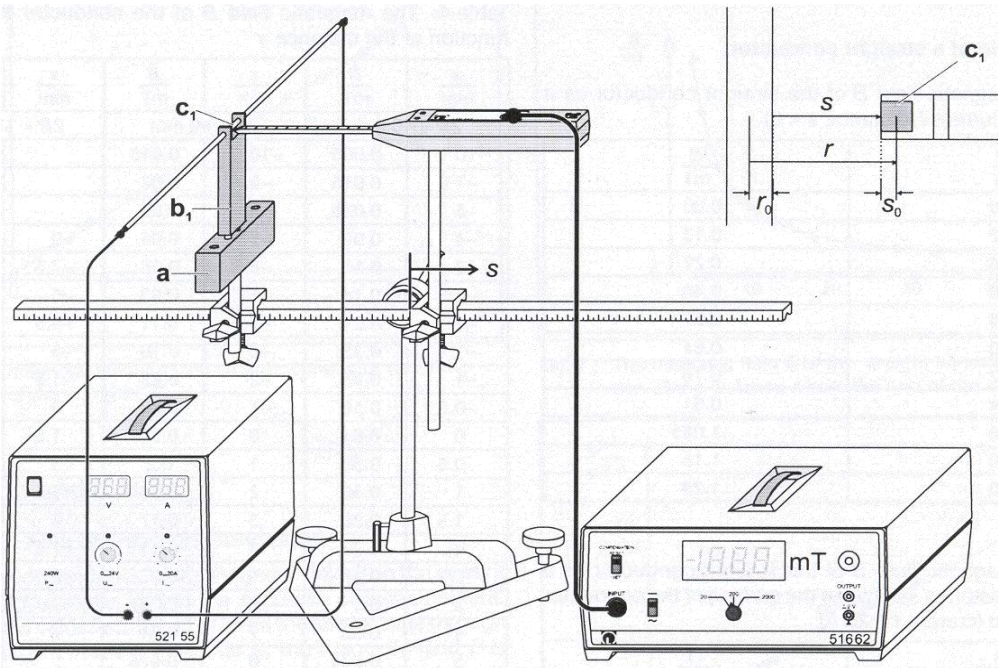
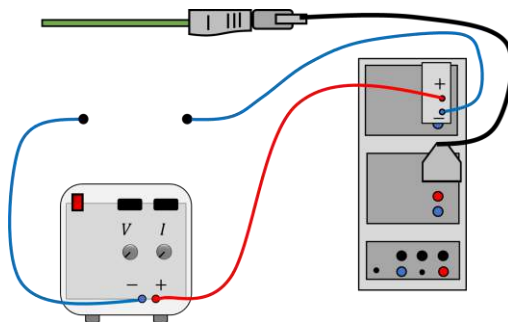

Figura 1a.
Figura 2.
Se realizará el montaje mostrado en la figura 1a.
- Ley de Biot-Savart para conductor recto (Figura 1a).
Figura 1a (Fuente: LD Didactic). El teslámetro mostrado en la figura 1a se reemplaza por el Sensor Cassy con la unidad de 30A. La unidad de 30A se conecta en el input A y la sonda al puerto en el input B, como se muestra en la figura 2.
12. Ubique en el centro del conductor recto la sonda tangencial (**sin tocar el conductor recto**) a una distancia $r=4[\text{mm}]$ como se muestra en la figura 1a.